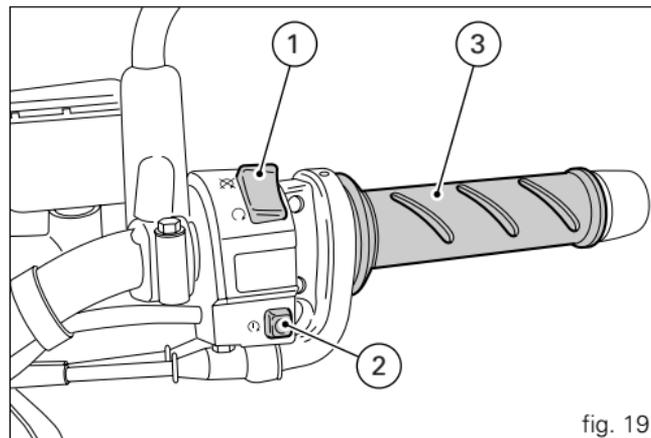

fig. 19
- 1) se o código for reconhecido, o indicador IMMO (3, fig. 5), situado no quadro de instrumentos, emite uma breve intermitência; o sistema de protecção reconheceu o código da chave e desactiva o bloqueio do motor. Premindo o botão de  arranque do motor (2, fig. 19), o motor arranca;
Comutador direito (fig. 19)
Manípulo rotativo do comando do acelerador (fig. 19)